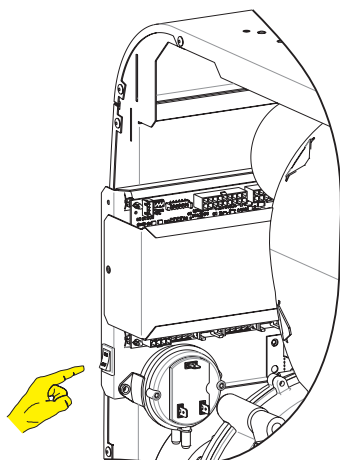

Figure 57
- B. Rétablir l'alimentation électrique à l'appareil puis mettre l'interrupteur du robinet de gaz à la position de marche (On). Voir Figures 57 et 58.